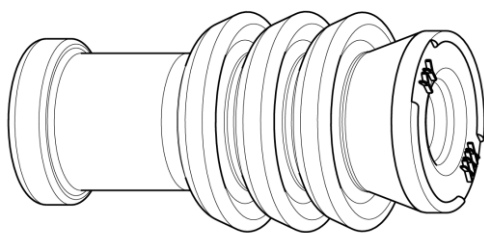

Figure 6 / Abbildung 6
5.4 Single wire seals (Figure 6/7)
5.4 Einzeldichtungen (Abbildung 6/7)